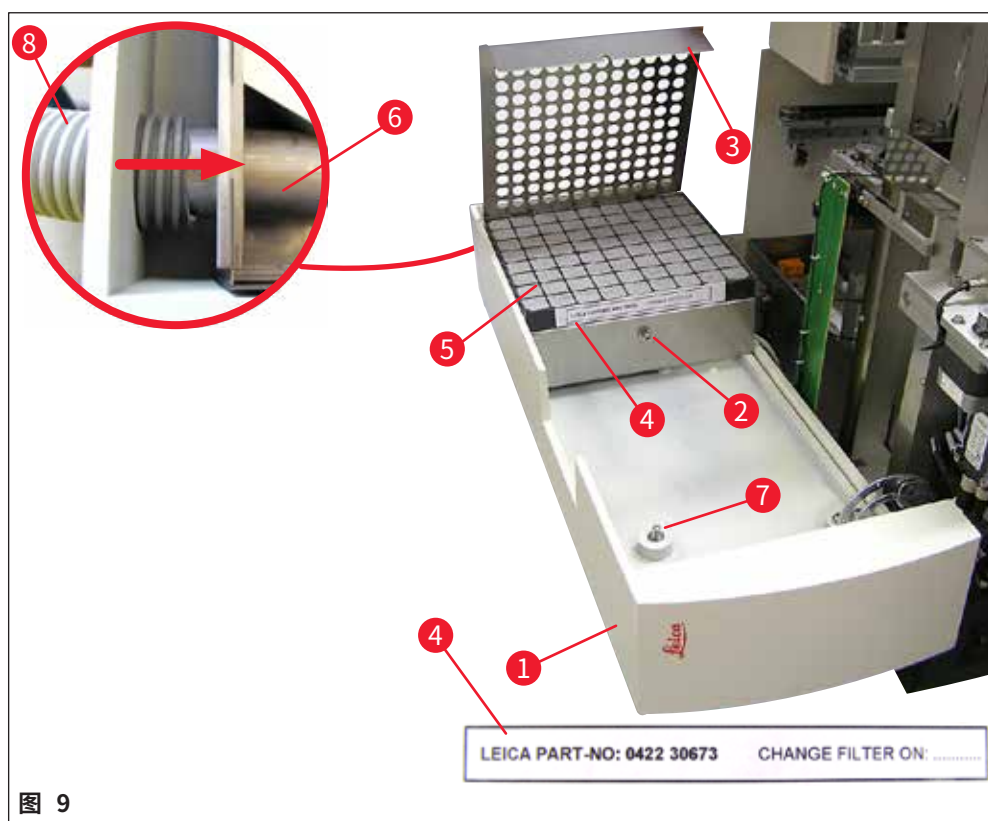

图 9
(→ 图 9) 细节图: 排气软管 (→ 图 9-8) 的装配。已拆下过滤器盖 (→ 图 9-3) 和过滤器 (→ 图 9-5) 露出连接件 (→ 图 9-6)。
2. 按照 (→ 第 26 页 – 4.6 安装喷胶组件) 所述打开检修门 (→ 图 15-1) (→ 图 9)。